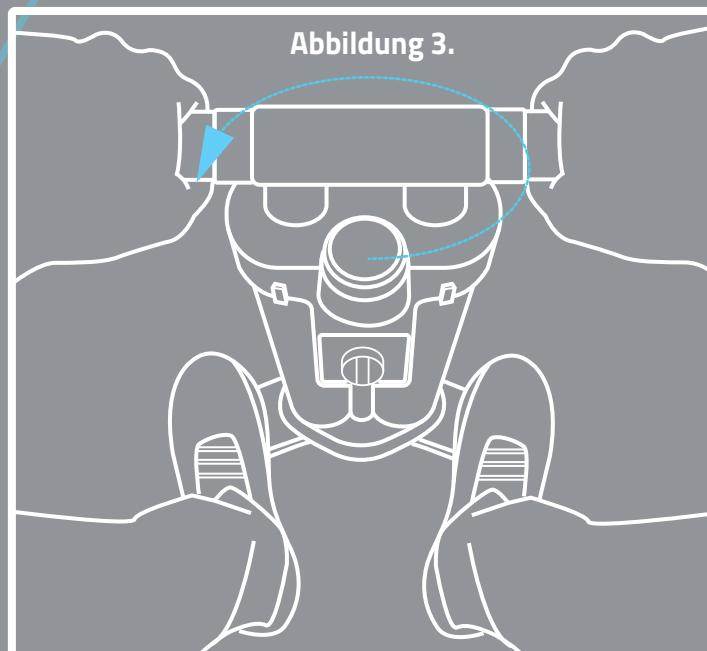

Abbildung 3.
- Um die Fußplatte zu entfernen, stellst du dich auf den Sockel und drehst die Pumpe an den Griffen gegen den Uhrzeigersinn. **Abbildung 3**